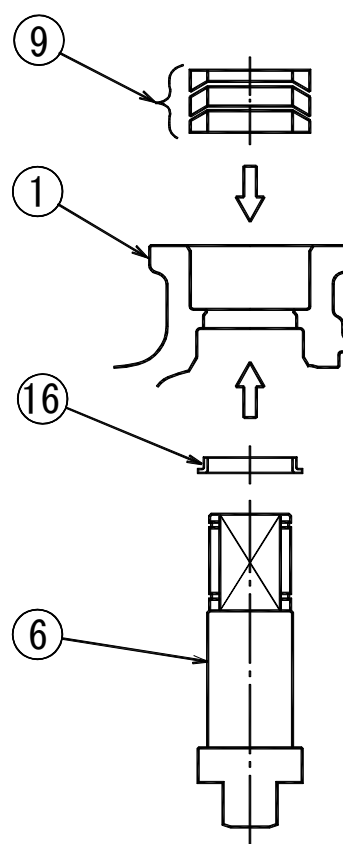

図 1
- 3) ステム⑥にステムベアリング⑯を装着し, ステム⑥をボディ①の内側からグランド部に装着する。
- 4) 図1を参照して, 入れる方向を確認し, グランドパッキン⑨をボディ①に装着する。
- 5) グランドキャップ④にベアリング⑭(20A~100A)を入れ, 断面図を参照し, 向きに注意してグランドに装着する。
- 6) 片方の手でボディ①をつかみ固定し, 他方の手でステム⑥を十分にボディ①外側に引っ張った後, ボルト(21)2本をねじ込む。(手で締める程度とする)
- 8) 7頁の流れ方向TYPE図を参照して, 左回り・右回り位置で所定のTYPEの流れ方向位置となるようにステム⑥頂部の流れ方向指示溝を確認し, ステム⑥にストッパー(22)を装着する。